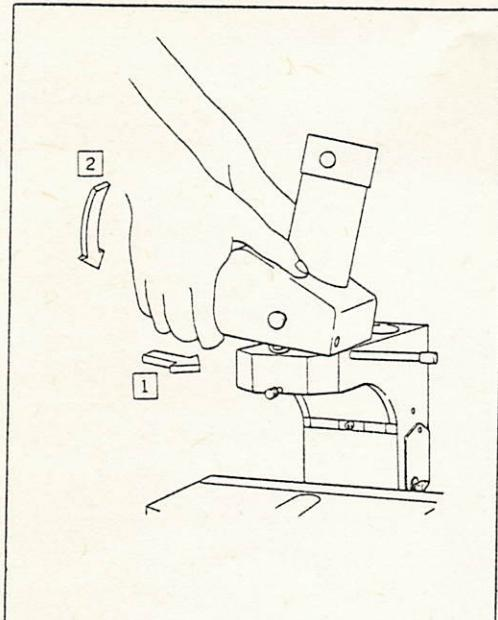

図 8
- 2) 鏡筒を図8のように傾けて、クランプねじの方向に押し付けながら傾きを直してはめ込みます。